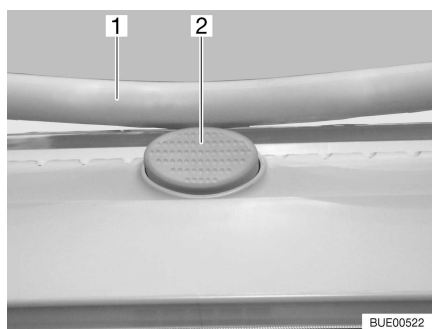

Fig. 34 Botón de seguridad en la claraboya Heki
- Pulsar el botón de seguridad (Fig. 34,2) y tirar el estribo (Fig. 34,1) hacia abajo con ambas manos.
- Presionar el estribo hacia arriba con ambas manos hasta que el estribo se encuentre encima del botón de seguridad (Fig. 34,2).